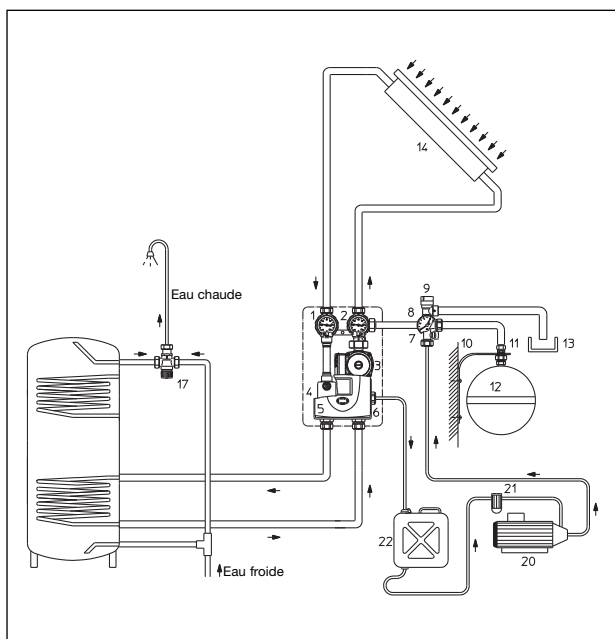

Fig. 14: Rinçage du circuit solaire
- Rincer le circuit solaire à l'aide de fluide caloporteur (voir fig. 14).
- Ne pas actionner la pompe de remplissage (20) pendant une marche à sec!
- Utiliser un filtre (21) (intégré dans la plupart des stations de remplissage mobiles).
Une station de remplissage mobile sert au rinçage et au remplissage rapide et propre d'installations solaires thermiques – un dégazage parfait est donc garanti (voir fig. 14).